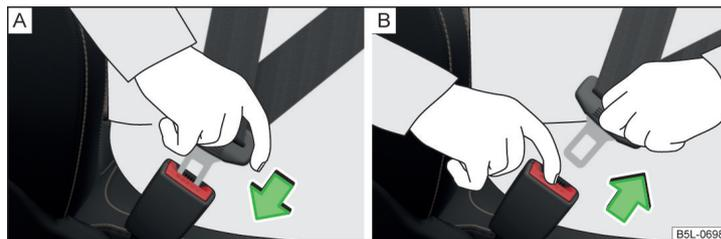

Fig. 5 Colocar y quitar el cinturón de seguridad
- Introduzca la lengüeta de cierre en el cierre correspondiente al asiento » fig. 5 - A hasta que se oiga que encaja.
- Pulse la tecla roja en el cierre del cinturón » fig. 5 - B, la lengüeta de cierre saldrá disparada.